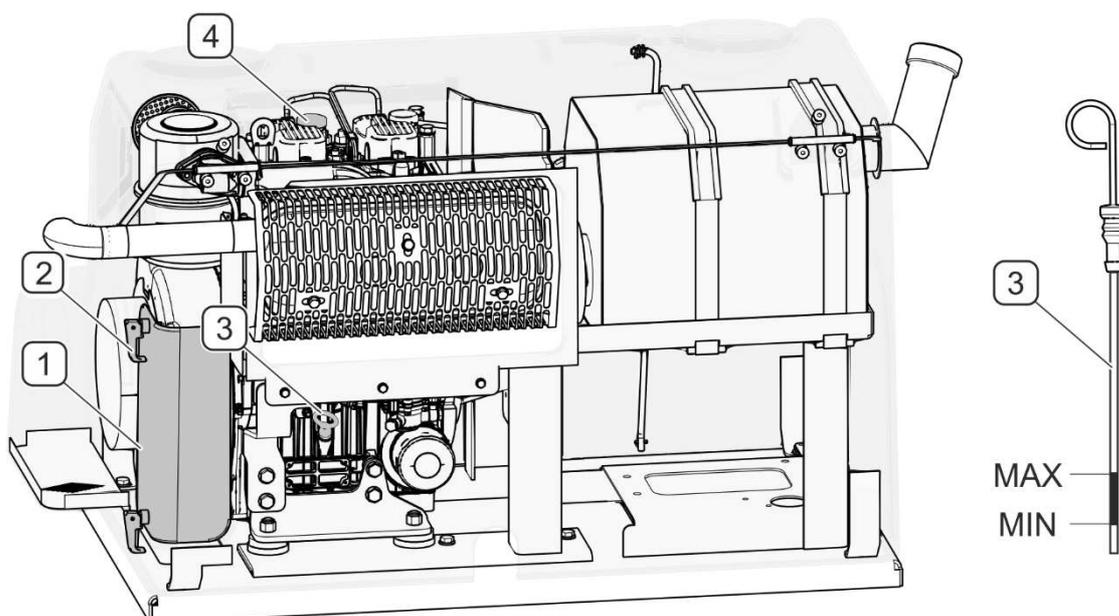

ABBILDUNG 4.3 Kontrolle des Motorölstands
- Die Verschlüsse (2) öffnen und die Motorabdeckhaube (1) entfernen (ABBILDUNG 4.3).
- Den Messstab (3) herausziehen und trocken wischen.
- Wenn der Ölstand zu niedrig ist, muss der Verschluss (4) abgeschraubt und die entsprechende Ölmenge nachgefüllt werden.
- Die Einfüllschraube (4) festziehen und den Ölmesstab (3) einführen.